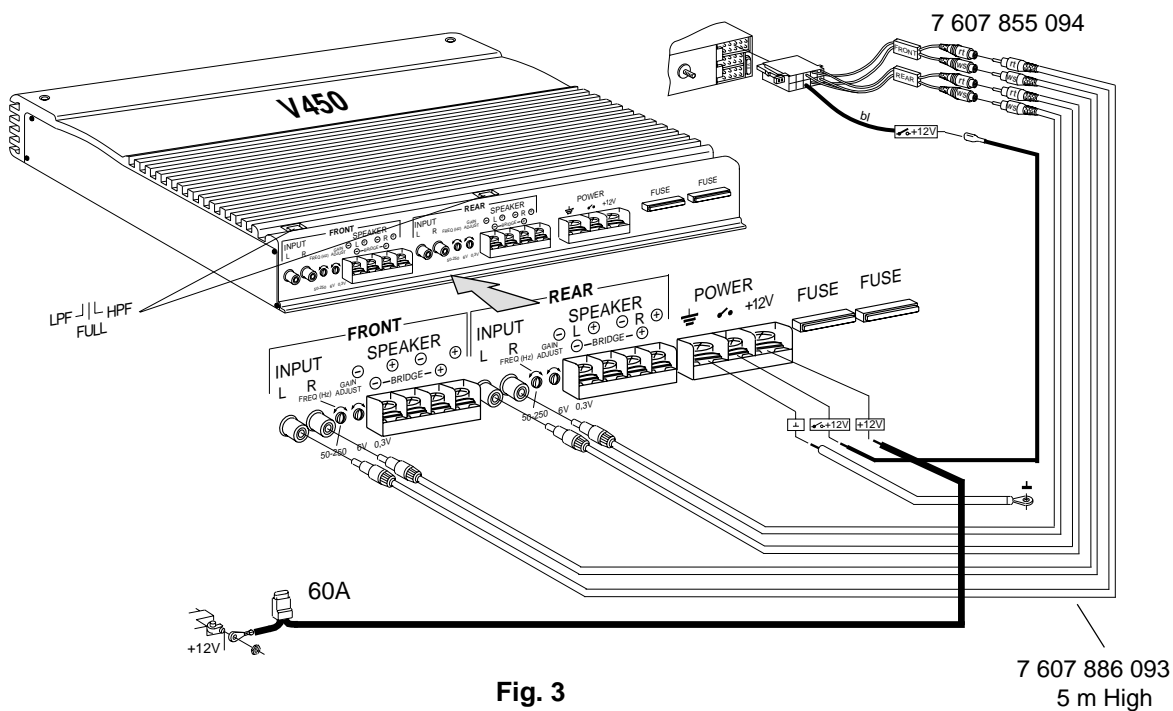

Fig. 3
- Conexión a una radio con conector ISO a través de la hembra cinch ..... Fig. 3
Ligação à auto-rádios com ligação ISO através da tomada Cinch ..... Fig. 3